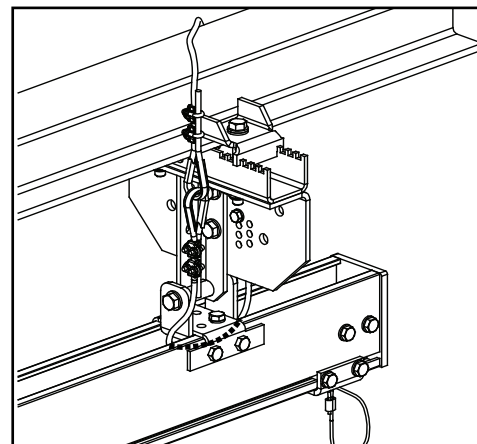

Figura 3-135
**Soporte Colgante** (Vea Figura 3-135)